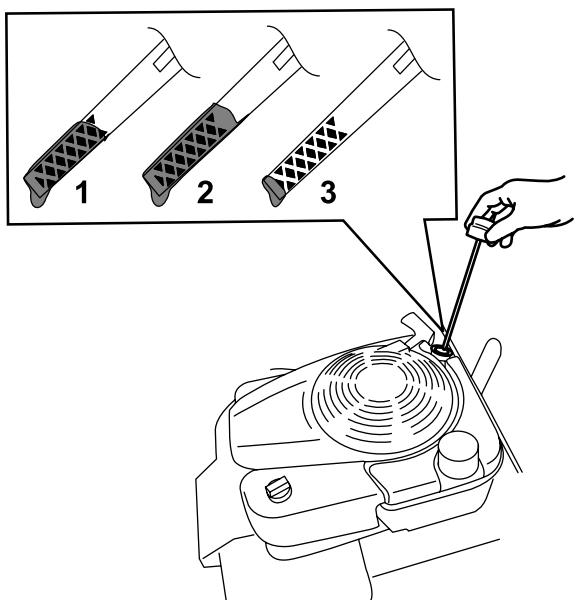

Figura 32
- Retire la varilla girando el tapón en el sentido contrario a las agujas del reloj y tirando del mismo (Figura 32).
- Observe el nivel de aceite en la varilla (Figura 32).